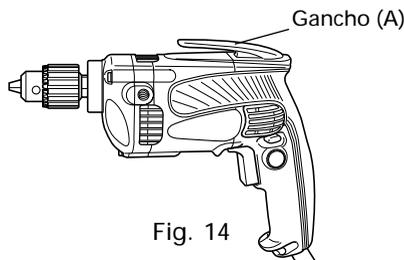

Fig. 14
11. Fijación del gancho. (Accesorio opcional) (Fig.14)